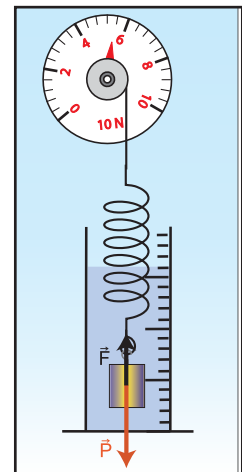

Fig .4
- de valeur mesurable que l'on peut déterminer (voir étude expérimentale.) à l'aide d'un dynamomètre (Fig.4).